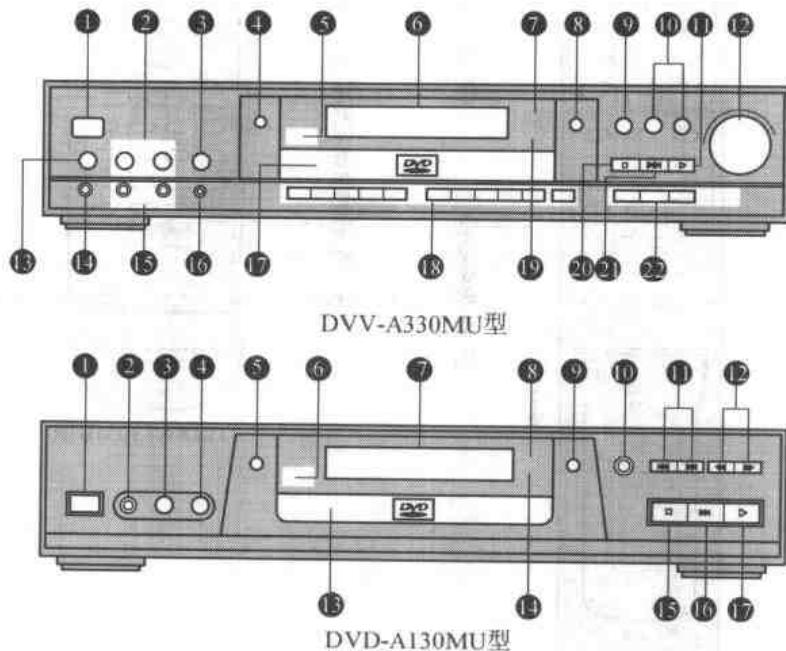
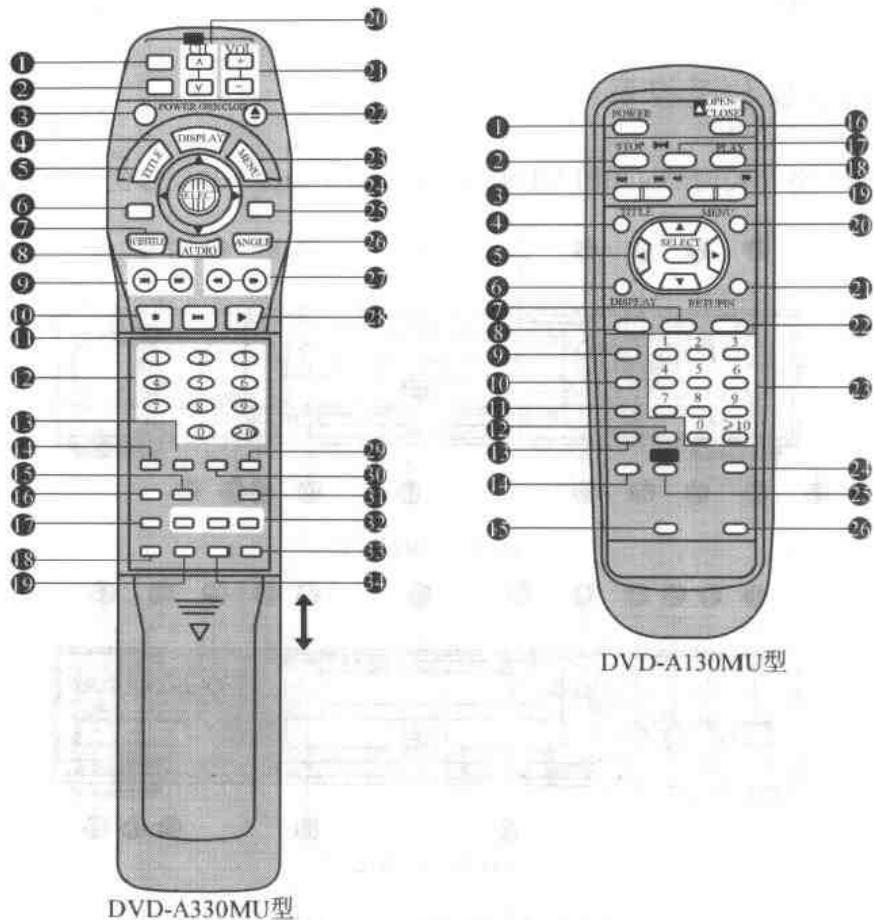

图 1-1 控制面板的各个控制部位
图 1-2 遥控器上的各个控制部位
控制面板的各个控制部位如图 1-1 所示。遥控器上的各个控制部位则如图 1-2 所示。
在图 1-1 中，DVD-A330MU 型各个控制部位的名称分别如下所述：①——电源开/关按钮（触按此按钮，可使本机从打开切换至待机状态或者相反。在待机状态下本机仍将消耗少量电能）；②——话筒 1 和话筒 2 的话筒音量电平旋钮；③——混响（Echo）音量电平旋钮；④——虚拟环绕声音响钮/指示灯；⑤——遥控信号感应器；⑥——显示窗；⑦——角度指示灯；⑧——FL 扫视（Scroll）钮（触按此钮，可在本机显示上表示正在播放的激光碟的音频信息）；⑨——托盘打开/关闭按钮；⑩——跳越按钮；⑪——播放按钮；⑫——往返搜索按钮；⑬——耳机音量电平旋钮；⑭——耳机插口；⑮——话筒 1/话筒 2 插口；⑯——话筒控制旋钮；⑰——激光碟托盘；⑱——数字钮（选择两位数时，例如选择曲目 23 时，请按“≥10”、“2”，然后按“3”）；⑲——待机指示灯（当本机连接在交流主电源上时，该指示灯在待机状态下将亮起，在本机打开时将熄灭）；⑳——停止按钮；㉑——静像/暂停按钮；㉒——音调（Key）控制按钮。
在图 1-2 中, DVD-A330MU 型各个控制部位的名称分别如下所述: ①——[TV] 电源按钮; ②——[TV] AV (音视频) 按钮; ③——电源按钮 (用于 DVD/VCD/CD 激光碟机); ④——显示按钮; ⑤——曲目按钮; ⑥——标志器按钮; ⑦——子曲目按钮; ⑧——音频按钮; ⑨——跳越按钮; ⑩——直接按钮; ⑪——静像/暂停按钮; ⑫——数字钮 (选择两位数时, 例如选择曲目 23 时, 请按 “≥10”、“2”, 然后按 “3”); ⑬——重复方式按钮; ⑭——清除按钮; ⑮——VSS (虚拟环绕声) 按钮; ⑯——设置按钮; ⑰——引导旋律 (Guide melody) 按钮; ⑱——歌声按钮; ⑲——卡拉OK 按钮; ⑳——[TV] 频道按钮; ㉑——[TV] 音量按钮; ㉒——托盘开/关按钮; ㉓——菜单按钮; ㉔——操纵杆/选择按钮; ㉕——返回按钮; ㉖——角度按钮; ㉗——慢动作/搜索按钮; ㉘——播放按钮; ㉙——播放方式按钮; ㉚——A-B 重复按钮; ㉛——卡拉OK 显示按钮; ㉜——音调控制按钮; ㉝——预定 (Request) 按钮; ㉞——单触发按钮。